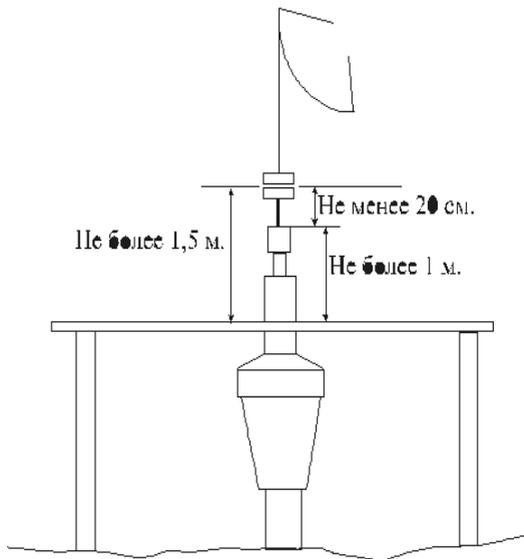

Рис. 2. Оборудование устья скважины
- Устье скважины должно быть оборудовано площадкой обслуживания устьевого сальника таким образом, чтобы верхний конец сальника возвышался над площадкой не более чем на 1 метр, а траверсы канатной подвески в крайнем нижнем положении головки балансира - не более чем на 1,5 метра. При этом расстояние между нижней траверсой подвески и крышкой головки устьевого штока должно быть не менее 20 см. (рис. 2).